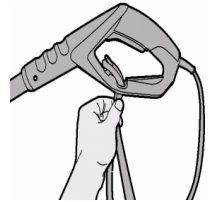

Рисунок 9
- зробіть петлю на електрошнурі подовжувача і проштовхніть її в отвір основної рукоятки під вимикачем (13);
- заведіть петлю за гачок фіксатора шнура подовжувача (12) і натягніть шнур подовжувача (рис. 9);